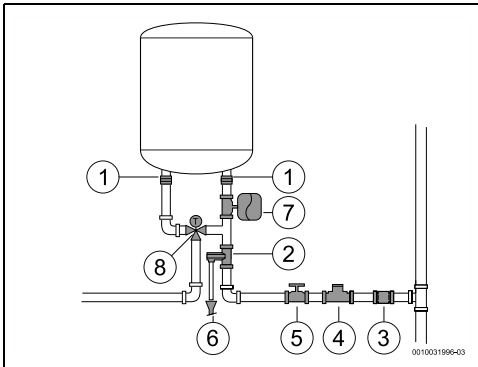

Fig. 15
- ▶ Se recomandă să instalați un robinet termostatat (Fig. 15, [8]) la nivelul tubului de evacuare al aparatului dacă se utilizează tuburi PEX. Acesta trebuie să fie reglat astfel încât să corespundă puterii materialului utilizat.
- Nu instalați niciodată accesorii (altele decât cele prezentate în Fig. 15) între supapa de siguranță și intrarea pentru apă rece (partea dreaptă) a aparatului.
- Instalați un reductor de presiune (Fig. 15, [4]). Supapa de siguranță se va activa atunci când presiunea apei din aparat depășește 8 bar (± 1 bar), motiv pentru care este necesară planificarea unui mod de scurgere a acestei apei.
- Instalați un vas de expansiune (Fig. 15, [7]) pentru a opri deschiderea supapei de siguranță în mod frecvent. Volumul vasului de expansiune trebuie să fie echivalent cu 5 % din volumul aparatului.